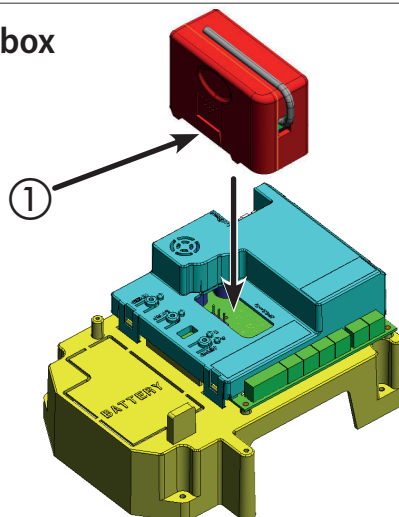
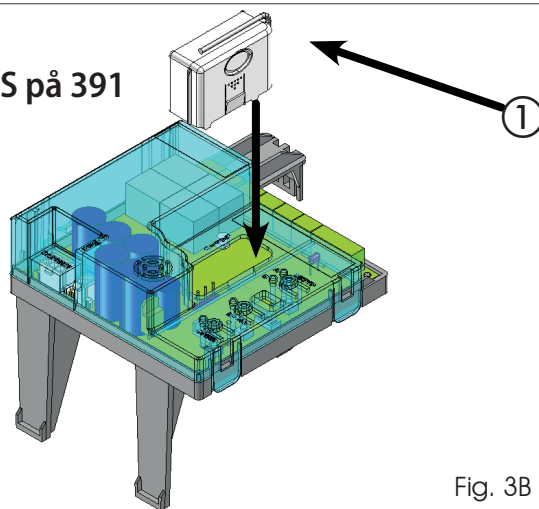

Fig. 3A
Fig. 3B
Den elektroniska utrustningen är försedd med ett integrerat, dubbelkanaligt avkodningssystem (DS, SLH, LC) som heter OMNIDEC. Systemet ger möjlighet att med hjälp av en extra mottagarmodul (Fig. 3A ref. ① och Fig.3B ref. ① för E024S till 391) memorera både total öppning (OPEN A) och partiell öppning (OPEN B) av automatiken och fjärrkontroller på samma frekvens.